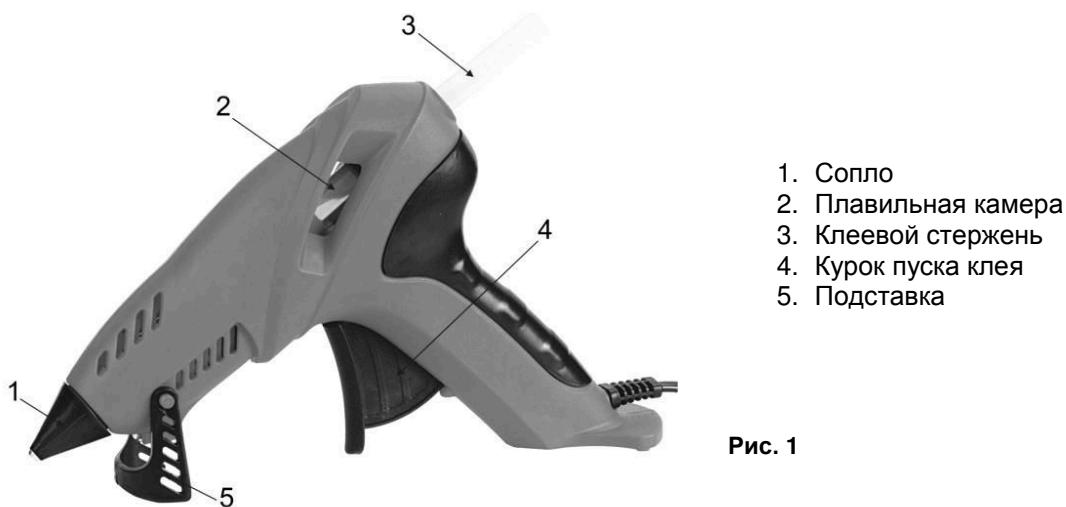

Рис. 1
- Для установки нового клеевого стержня, вставьте стержень (3) в плавильную камеру (2)(См. Рис.1), сквозь отверстие в задней части корпуса.
- Если Вам необходимо сменить используемый клеевой стержень на другой, опорожните плавильную камеру, нажимая на курок (4)(См. Рис.1), а затем вставьте новый клеевой стержень.
- Приведите упор подставки (5)(См. Рис.1) в рабочее положение. Установите пистолет на ровной поверхности, на пистолете загорится красный индикатор, свидетельствующий о нагреве клеевого стержня в плавильной камере.
- Для нанесения клея поднесите сопло к склеиваемой поверхности, и нажмите курок (4)(См. Рис.1) для пуска клея из сопла.